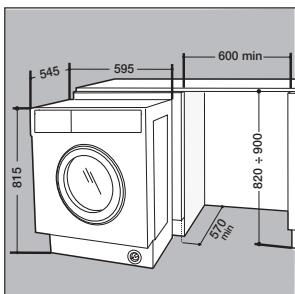

Abb. 6
- Schieben Sie die Maschine in die Öffnung und passen Sie sie an der Möbelfront an (Abb. 6).